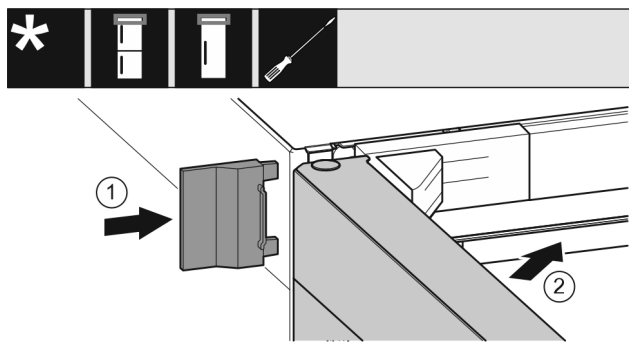

Fig. 66
- ▶ Vnější kryt Fig. 66 (1) nasuňte.
- ▶ Zavřete horní dveře Fig. 66 (2).